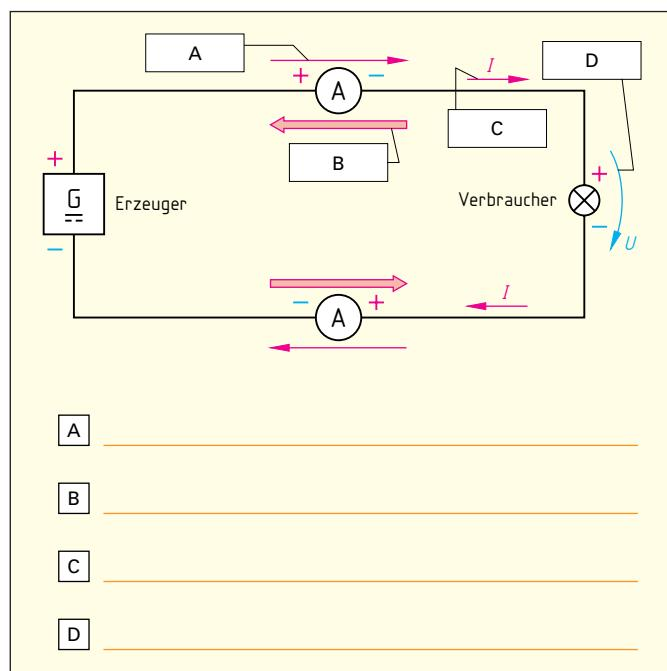

Bild 1: Stromrichtung und Elektronenbewegung
- Vervollständigen Sie die fehlenden Angaben A bis D in dem **Bild 1**.